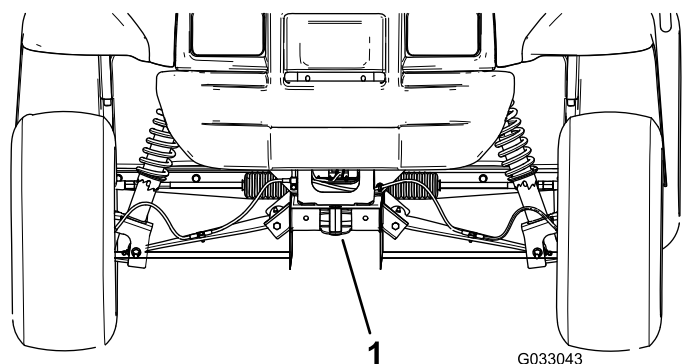

Рисунок 20
- Точка подъема в передней части автомобиля находится в передней части рамы позади сцепного устройства для буксировки (Рисунок 20).